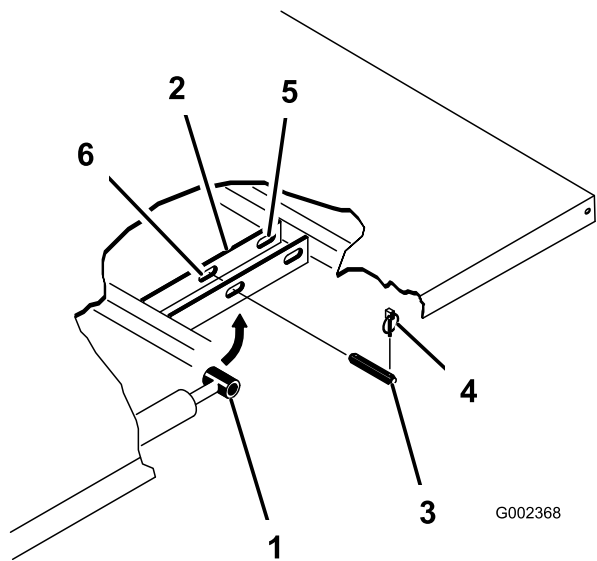

Figura 20
3. Retire los pasadores de seguridad de los extremos exteriores de los pasadores de las varillas de los cilindros (Figura 20).
- Retire los pasadores que fijan las rótulas de las varillas de los cilindros a las chapas de montaje de la plataforma empujando los pasadores hacia dentro (Figura 20).
- Retire los pasadores de seguridad y los pasadores que fijan las placas de giro a los perfiles del bastidor (Figura 20).